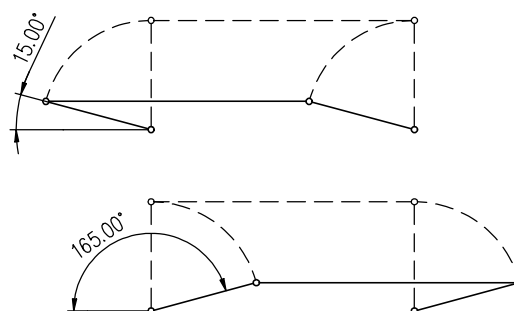

Рис. 1
- ради безопасного применения ЭП необходимо присоединить внешний и внутренний зажим. Установка **внешнего и внутреннего заземляющего зажима** изображена на **Рис.1а** и **Рис1б.**
Механическое присоединение рычажное (рис. 1)
- При сборке рычажного механизма следите затем чтобы угол между рычагом и тягой не был меньше 15° и больше 165° . (Рис.1)